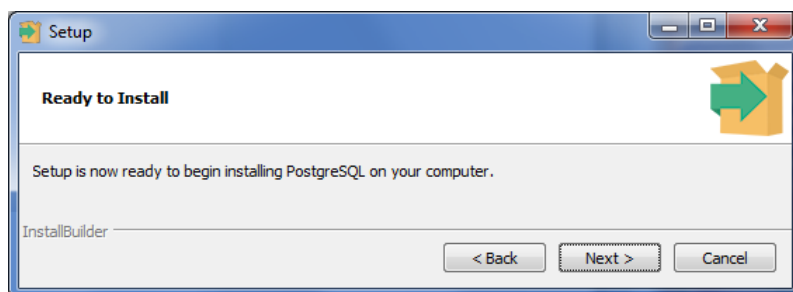

Рис. 5.10. Окно приглашения к установке СУБД PostgreSQL
- В открывшемся окне нажмите кнопку Next, чтобы инициировать установку СУБД PostgreSQL (Рис. 5.10).